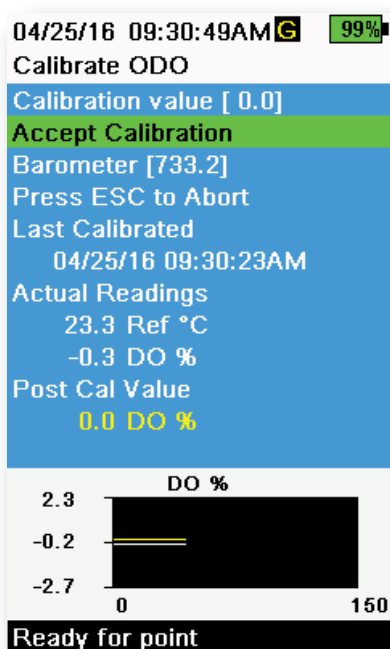

Figure 53 Étalonner le point zéro d'ODO
3. Observez les lectures de mesure réelles (la ligne blanche du graphique n'indique aucun changement important pendant 40 secondes), puis sélectionnez **Accepter l'étalonnage** (Figure 53). La mention « Étalonnage réussi ! » s'affiche dans la zone de messages.